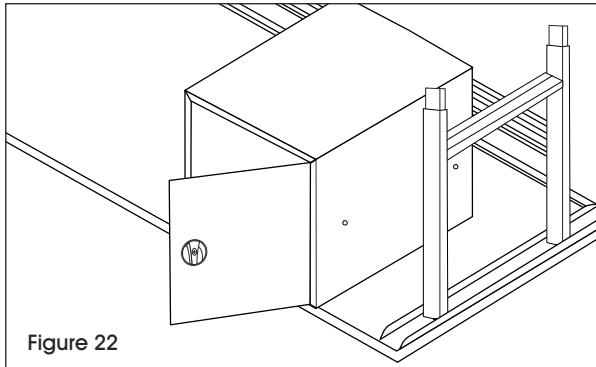

Figure 22
3. Fixez l'armoire au-dessous de la surface à l'aide de quatre vis à bois fendues à tête hexagonale n° 14-3/4 po. (Voir Figure 22)